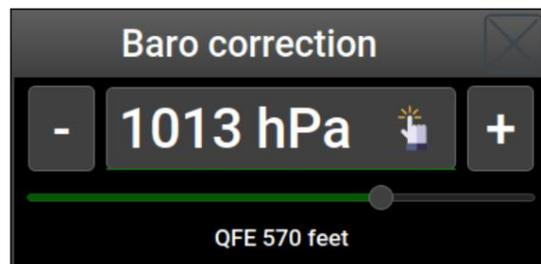

Abbildung 3.2: Einstellen des Barokorrekturwerts.
• Durch kurzes Berühren des unteren Teils wird das Barokorrekturfenster geöffnet. Siehe Abschnitt 3.1.1 und Abbildung 3.2.